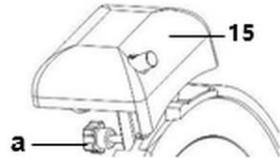

Fig. 9
2. Afloje el tornillo de fijación (a) del afilador (15) en la parte posterior del aparato (fig. 9).
3. Retire el afilador (15) del aparato y gírelo por 180°.
4. Introduzca el afilador (15) en la guía prevista para ello y apriete el tornillo de fijación (a).
6. Conecte el aparato a una toma de corriente con toma de tierra y enciéndalo con el botón blanco START (B).
1. Retire el afilador del aparato (fig. 9).
1. Retire el afilador completo del aparato (fig. 9).